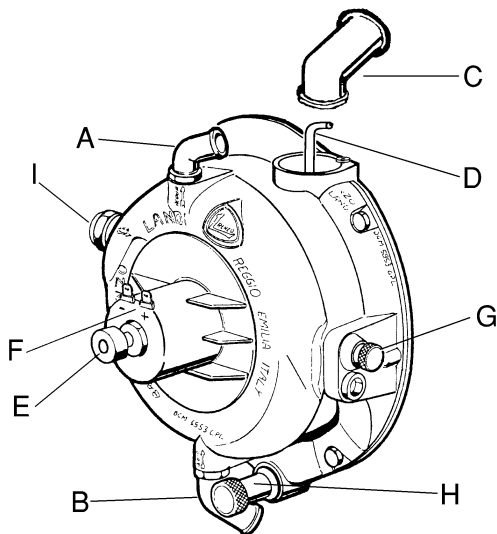

Fig. 1
LEGENDA (Fig. 1)
4. REGOLAZIONE DEI RIDUTTORI 'SE 81 SIC' con analizzatore gas di scarico (Fig. 1)
5. REGOLAZIONE DEI RIDUTTORI 'SE 81 SIC' senza analizzatore gas di scarico (Fig. 1)
6. REGOLAZIONE DELLA SENSIBILITÀ DEI RIDUTTORI 'SE 81 SIC' (Fig. 1)